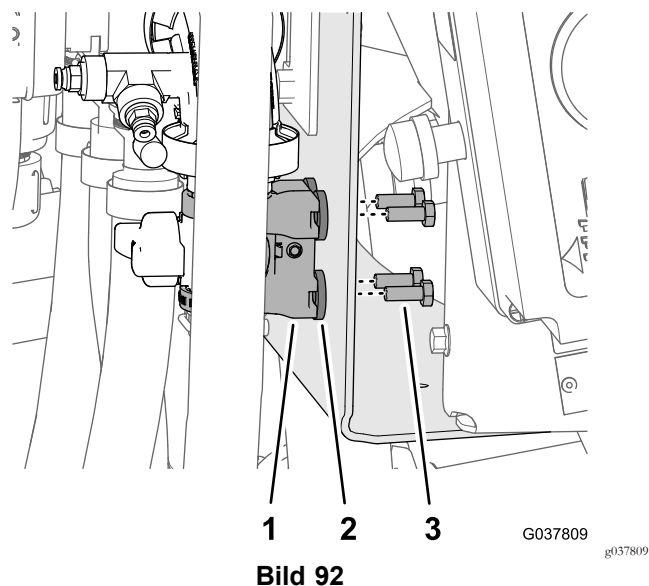

Bild 92
4. Befestigen Sie die Nylonhalterung und Scheiben mit vier Schrauben (6 mm x 16 mm) an der Venturbefestigung, wie in Bild 92 abgebildet.